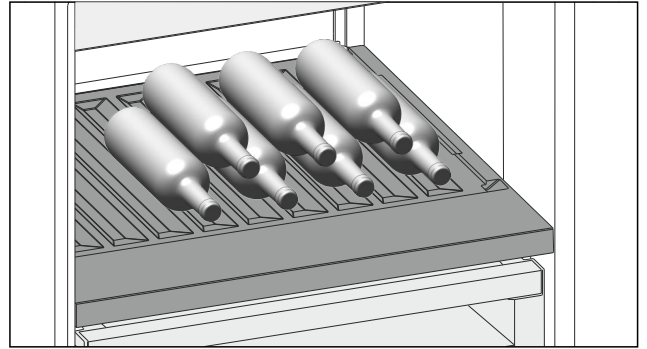

Fig. 111
- Inserire le bottiglie con il fondo rivolto verso la parte posteriore. (vedere Fig. 111)